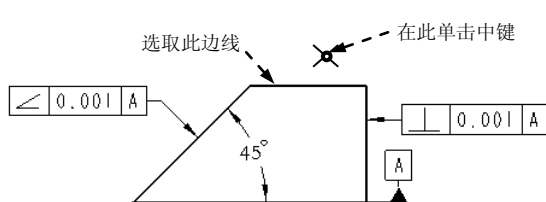

图 5.6.28 定义公差参照 (三)
Step3. 定义公差参照。在 **参照: 区域** 的 **类型** 下拉列表中选取 **曲面** 选项, 选取图 5.6.28 所示的面 (边线) 为公差参照。
(1) 在对话框中 **放置** 区域的 **类型** 下拉列表中选择 **法向引线** 选项, 在弹出的
(2) 在系统 **选取多边, 尺寸界线, 基准点, 多个轴线, 曲线 或 顶点。** 的提示下, 选取图 5.6.28 所示的边线。
(3) 在图 5.6.28 所示的位置单击中键, 放置“平行度”公差。